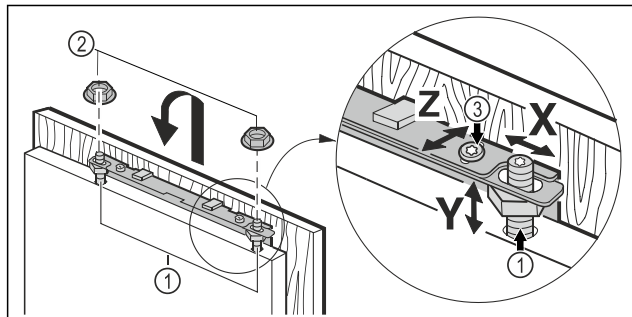

Fig. 46
- Haka fast möbeldörren i justeringsstiften Fig. 46 (1) och skruva fast stoppmuttrarna Fig. 46 (2) löst på justeringsstiften.
- Rikta in möbeldörren i höjd Y och lutningen åt sidan: Ställ in justeringsstiften Fig. 46 (1) med en skruvmejsel.
- Dra åt stoppmuttrarna Fig. 46 (3).